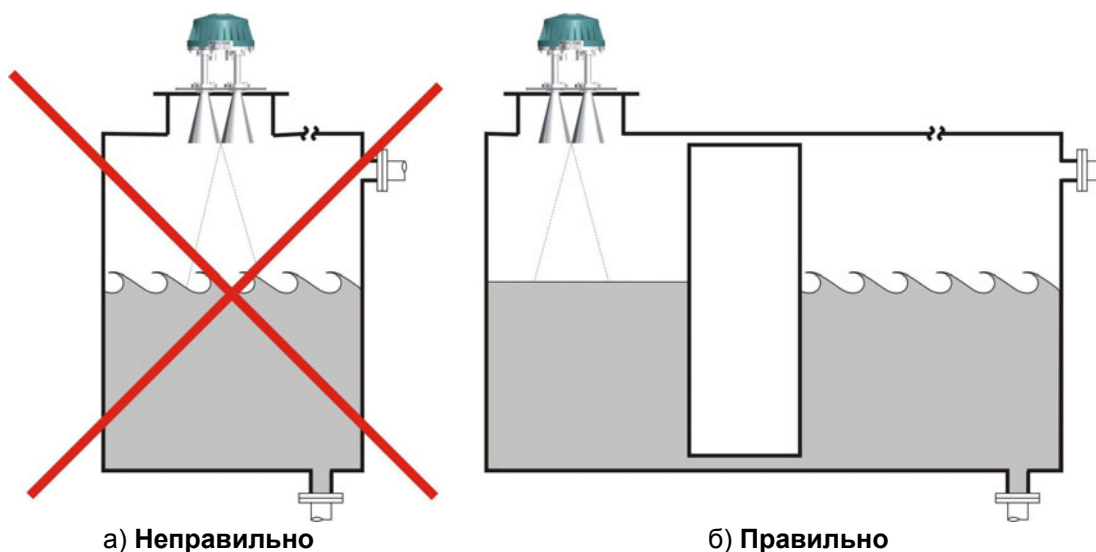

Рисунок 29 – Неправильная а) и правильная б) установка уровнемера с применением успокоительной перегородки
2.4.8 Если поверхность контролируемой среды колеблется, то необходимо в месте установки уровнемера устранить эти колебания, например, устанавливая разделительные перегородки (успокоители), рисунок 29: